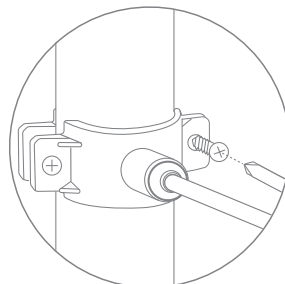

Рис. 29
- Прочно закрепите хомут (рис. 29) на дренажной линии с помощью винтов, одновременно совмещая отверстие в штуцере и дренажной линии (винты крепления необходимо затягивать равномерно, без перекоса, чтобы обе части хомута располагались параллельно).